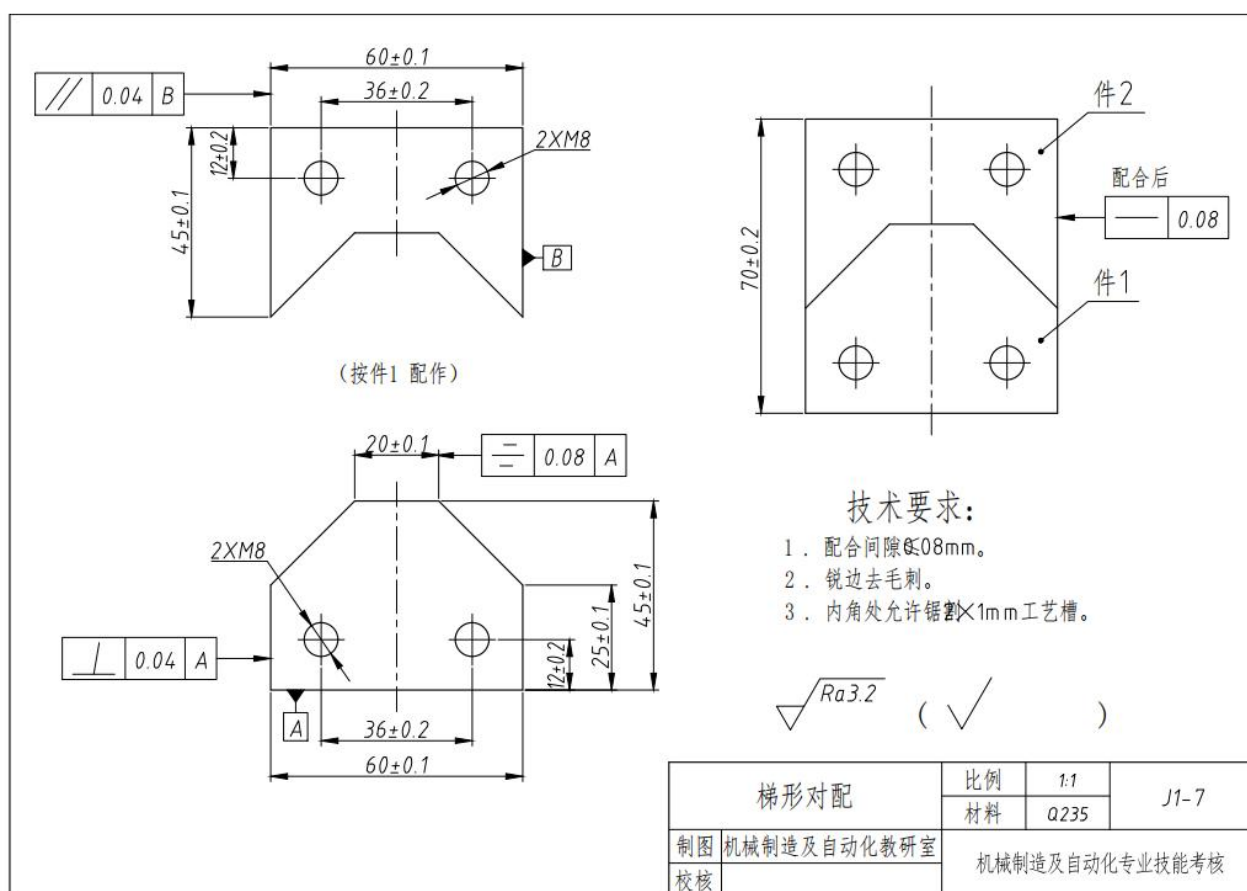

图 1-1-7 梯形对配
- (1) 能读懂零件图及工艺装配图，进行零件加工工艺分析；
- (2) 正确选择与使用常用工具和设备进行划线、锉、锯、孔加工、螺纹加工和锉配加工等；
- (3) 根据零件图 1-1-7 的要求完成凸、凹零件的加工与配锉加工。去毛刺，倒棱角 C0.3，配合面不允许倒角，不准使用专用工、夹具加工和抛光；
- (4) 使用常用量具对加工零件进行检验；
- (5) 严格执行工作程序、工作规范和安全操作规程；
- (6) 毛坯尺寸： $62 \times 47 \times 6$ (单位 mm)，材料：Q235 钢板。毛坯及工、夹、量具由考点准备；
- (7) 技能测试结束，技术人员在零件底面打编号并提交零件。